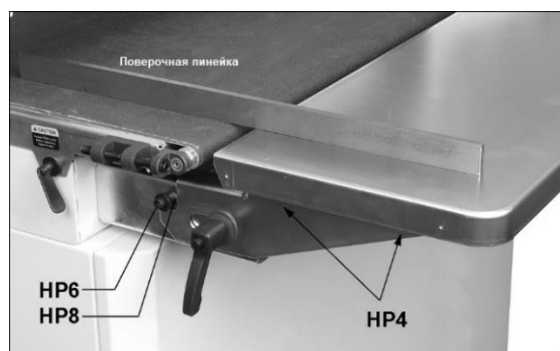

Рис. 5-4: выравнивание удлинения стола
7. Опустите барабан, чтобы зафиксировать поверочную линейку. См. Рис. 5-4. Поднимайте стол подачи/разгрузки, пока его поверхность не будет чуть ниже ленты транспортера. Затяните винты на этой стороне.